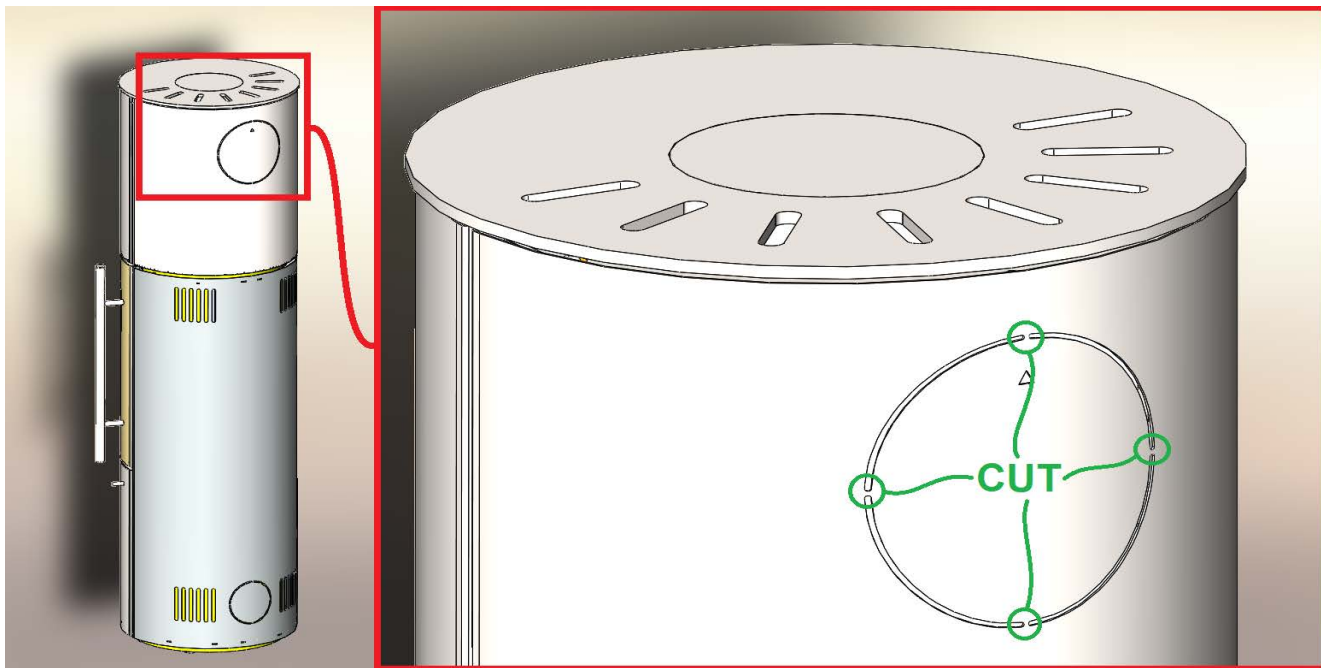

Abbildung 1 Schneiden von Mikroverbindungen
2. Abbildung 1 Schneiden von Mikroverbindungen	Seite 5
Bei der Installation des Gerätes sind alle lokalen Vorschriften einzuhalten, einschließlich derjenigen, die nationale und europäische Normen betreffen. Wir empfehlen eine Beratung mit dem zuständigen Schornsteinfeger. Die Kaminöfen werden auf Transportpaletten angeliefert und sind für den Anschluss an den Schornstein nach oben vorbereitet. Vor dem Anschluss des Kamins an den Schornstein muss die Abdeckung des Rauchrohranschlusses am Kamin entfernt werden (Abbildung 1).